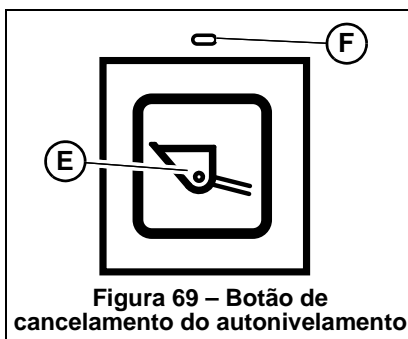

Figura 69 – Botão de cancelamento do autonivelamento
Para desativar o autonivelamento, prima o botão de cancelamento do autonivelamento (E, Figura 69) no painel de comando. Para repor o autonivelamento, prima o botão (E) novamente.